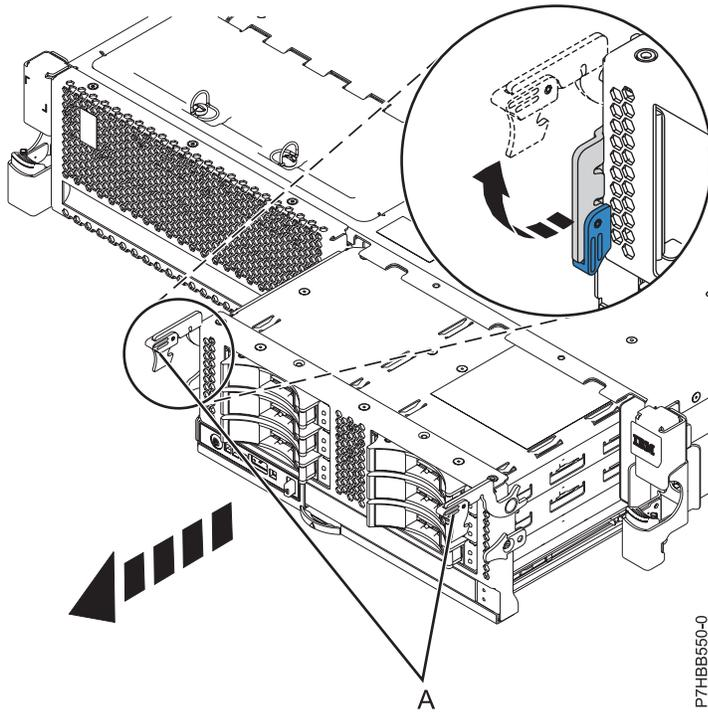
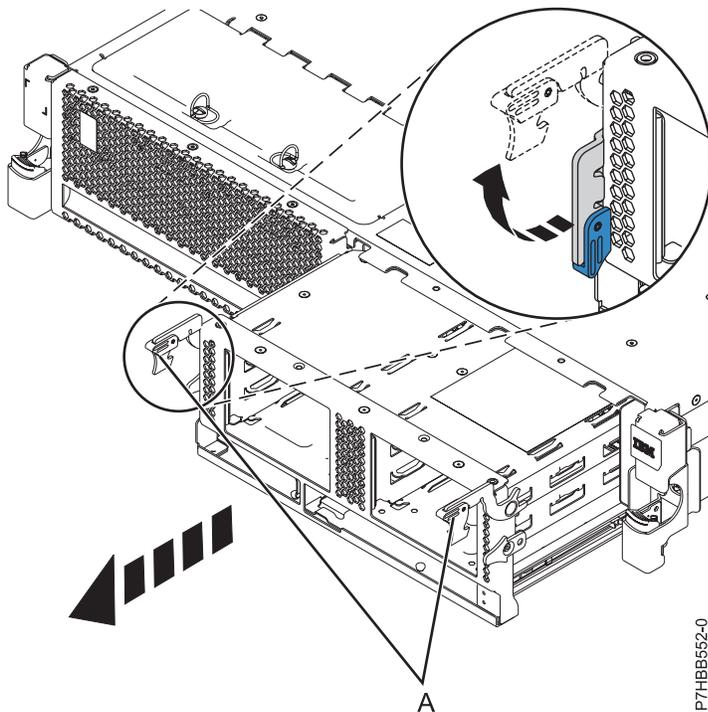

Figure 31. Retrait du fond de panier comportant des unités de disque
Figure 32. Retrait du fond de panier ne comportant pas d'unités de disque
13. Déverrouillez le fond de panier de l'unité de disque en tirant les poignées (A) afin de les mettre en position ouverte, au centre du fond de panier, comme indiqué dans la figure 31 et la figure 32.